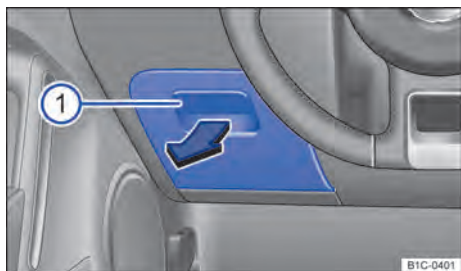

Fig. 88 No lado do condutor: porta-objetos.
Para *abrir*, puxar a alça ⇒ Fig. 88 ① no sentido da seta.